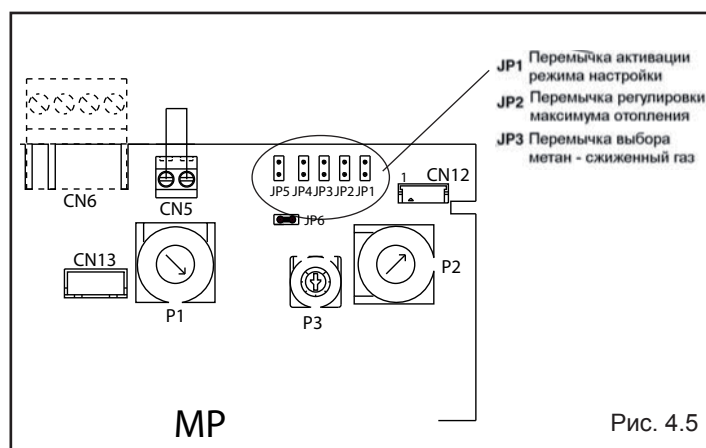

Рис. 4.5
- Установите перемычку JP1 (рис. 4.5), при этом ручки, расположенные на панели управления, начнут выполнять функции регулирования минимума и максимума для режима отопления. На дисплее появляется ADJ  чтобы показать, что регулировка выполняется. Убедитесь в том, что переключатель режимов работы находится в положении зима (смотри параграф 4.2);
- Установите перемычку JP2 (рис. 4.5)
- На плате управления (рис. 4.5):